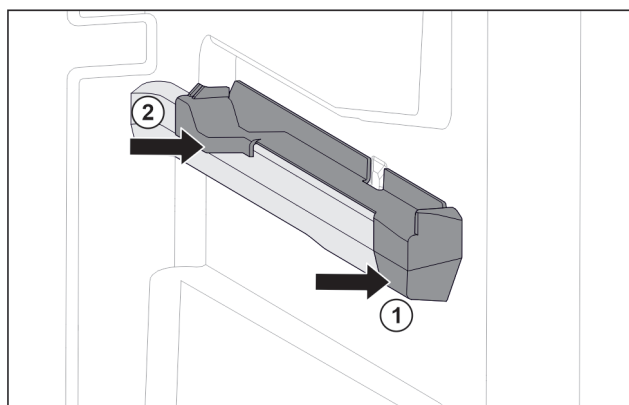

Fig. 103 Element nasadzany na prawym żebrze pojemnika
- ▶ Umieścić element nasadzany z przodu na żebrze pojemnika. Fig. 103 (1)
- ▶ Docisnąć element nasadzany z tyłu. Fig. 103 (2)